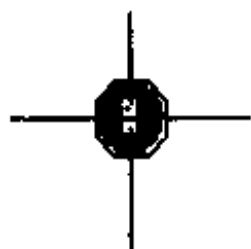

图 5-58 光标与 1 号焊点重合
1) 启动布线命令。根据前面介绍的方法启动布线命令, 此时光标变成十字形状, 将光标移到 1 号焊点上, 焊点上会出现一个八角形框, 说明光标和焊点中心重合, 如图 5-58 所示。